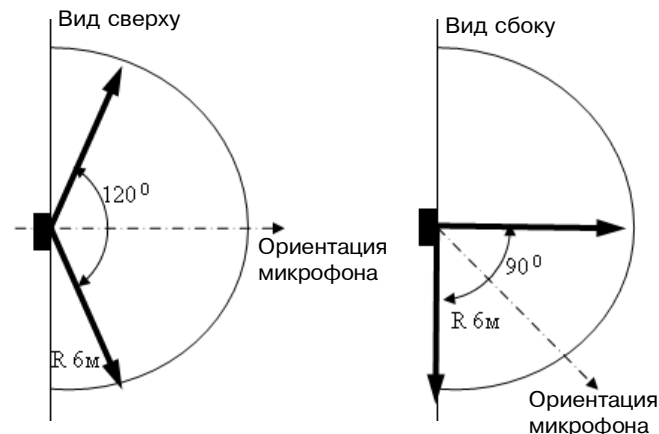

Рис. 1- Диаграмма зоны обнаружения АК-канала
- при выборе места установки следует принимать во внимание диаграмму направленности извещателя (рис. 1);